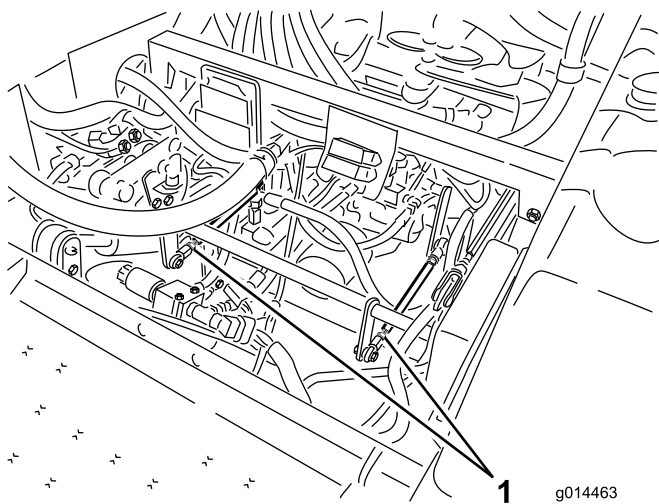

Figura 38
- Se la ruota posteriore sinistra gira, allentate i controdadi sull'asta di comando della trasmissione sinistra (Figura 38).